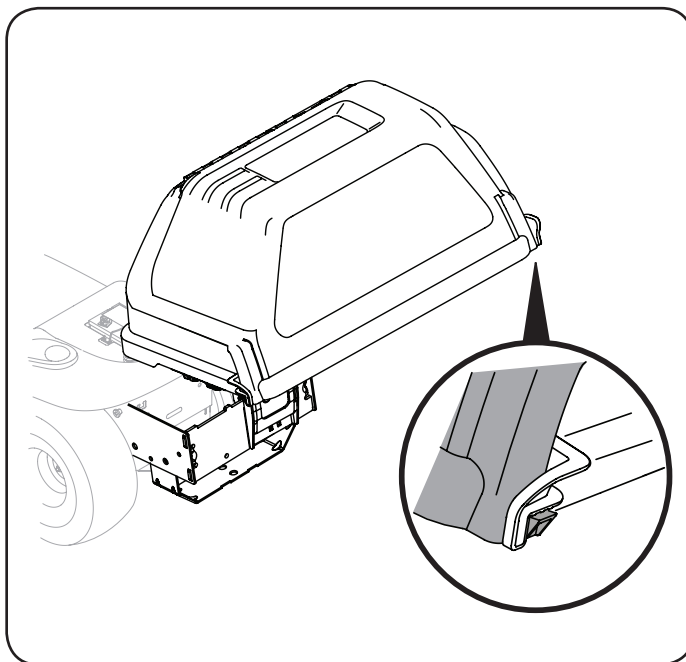

Figura 16
5. Gire la cubierta del colector de césped superior hacia abajo para cerrar el accesorio, oprimiendo las lengüetas posteriores del lado derecho y del lado izquierdo y trábelas en su lugar debajo de las muescas de cada lado. Garantice un ajuste seguro. Consulte la Figura 16.